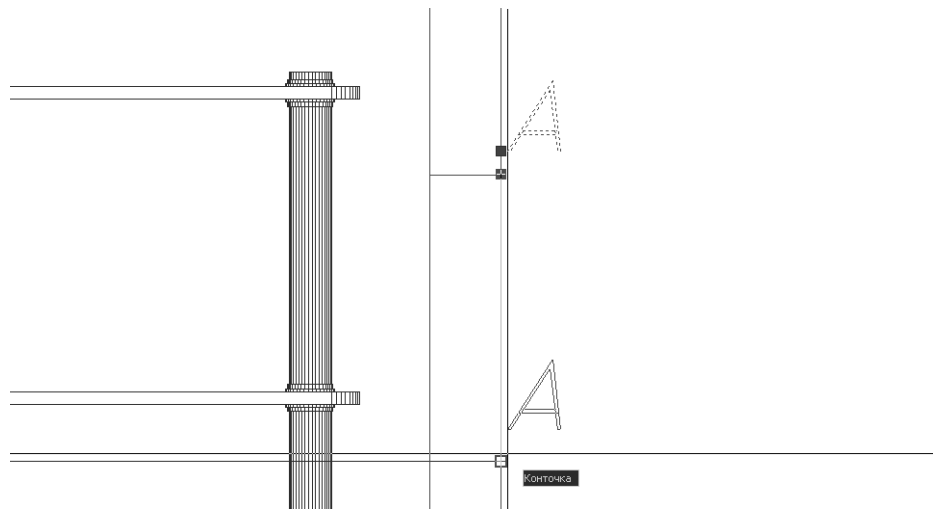

Рис. 10.16 ▼ Выбор новой точки вставки с помощью режима **Перемещение** (MOVE) маркера выделения
7. Щелкните на нижнем маркере, а затем нажмите **Пробел** для перехода от режима **Растягивание** (STRETCH) в режим **Перемещение** (MOVE). Сместите текстовый объект за выделенный маркер вниз и расположите его так, чтобы AutoCAD распознал правую оконечную точку линии, обозначающей высоту 1090 мм (рис. 10.16), после чего щелкните для захвата этой точки в качестве новой точки вставки текстового объекта.
8. Текстовый объект после смещения по-прежнему остается выделенным. Выберите из меню команду **Изменить** ⇒ **Объект** ⇒ **Текст** ⇒ **Редактировать** (Modify ⇒ Object ⇒ Text ⇒ Edit) или щелкните на кнопке  **Редактировать** (Edit) панели инструментов **Текст** (Text) либо введите в командном окне команду **Диалред** (DDEDIT) или просто **ред** (ED).